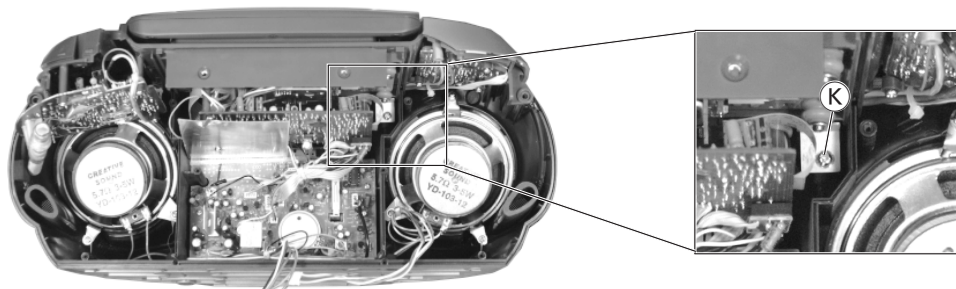

Fig. 5
- Schraube K (Fig. 5) herausdrehen.
- Undo screw K (Fig. 5).